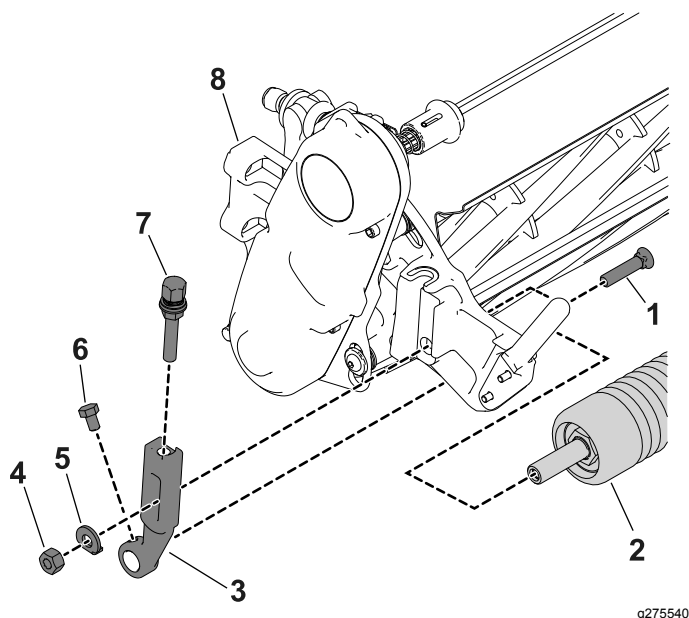

Figura 3
1. Retire el perno avellanado, la tuerca y la tuerca con arandela prensada que sujetan uno de los brazos de ajuste de la altura de corte a la chapa lateral de la unidad de corte (Figura 3).